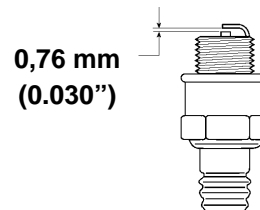

Figure 19
- Régler l'écartement des électrodes à 0,76 mm (0.030") (Fig. 19).